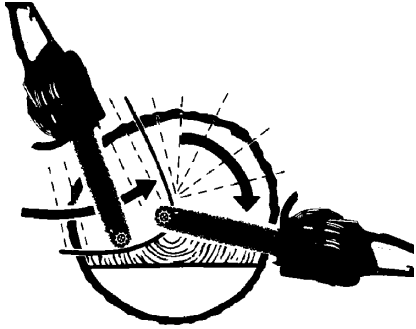

Fig. 11
2. Si le diamètre du tronc à couper est supérieur à la longueur du guide-chaîne, faire 2 entailles comme indiqué sur l'illustration (Fig. 11).